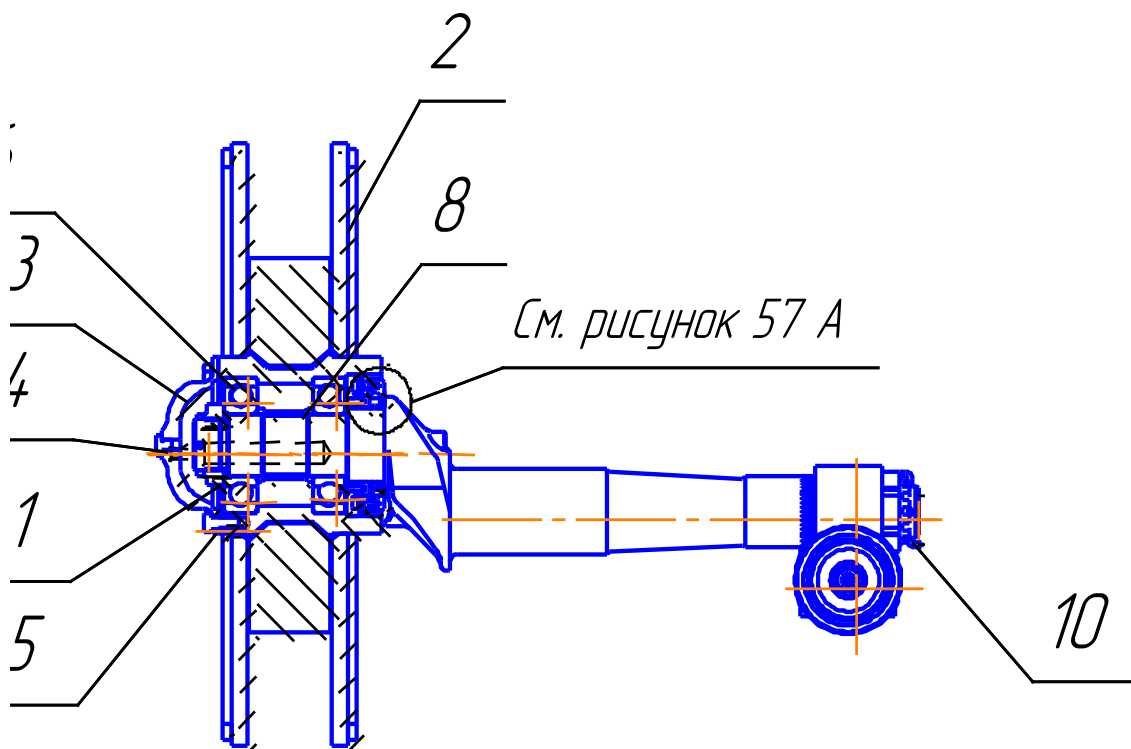
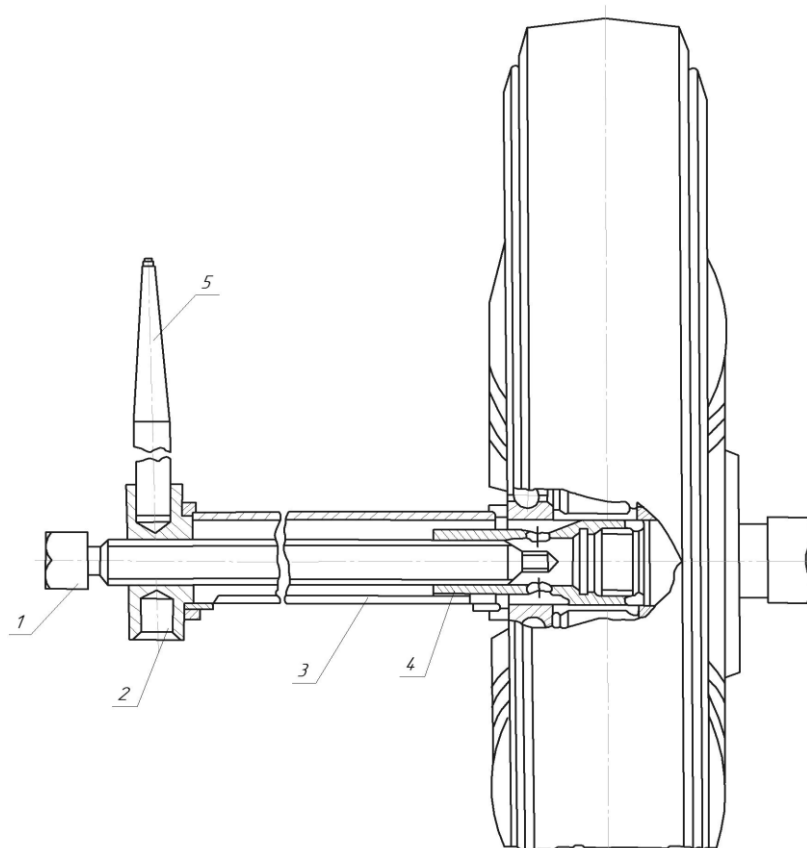
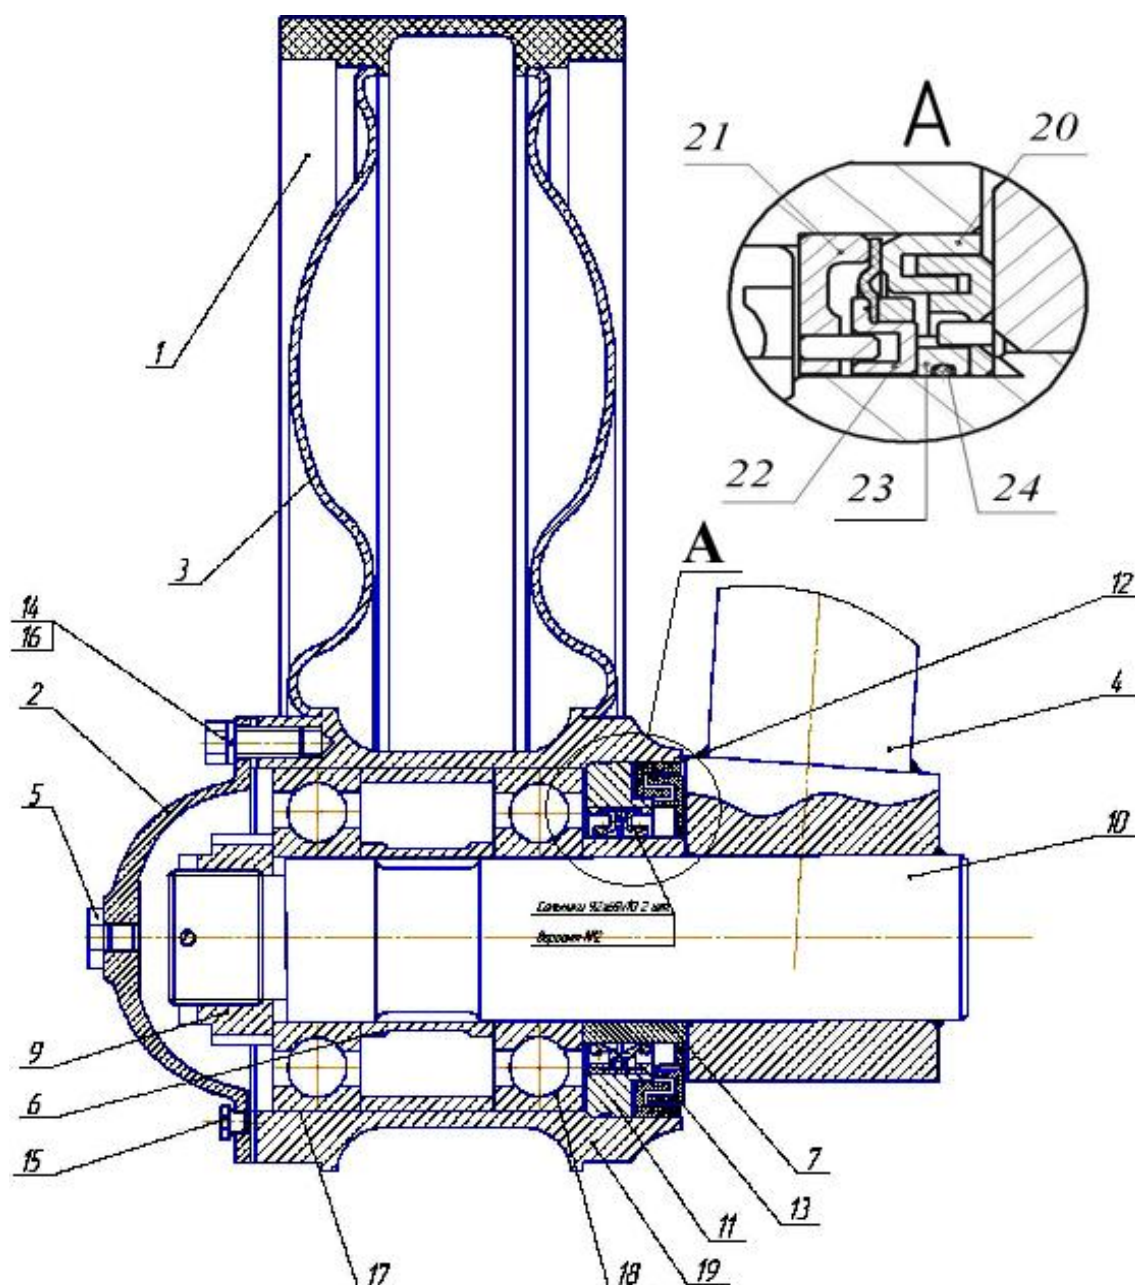

Рисунок 54 - Направляющее колесо с натяжным устройством:
Рисунок 56 - Установка направляющего колеса или опорного катка:
Рисунок 57 - Опорный каток:
- вывернуть болты 5 (рисунок 54) и снять крышку 3;
- навернуть малую наставку 4 (рисунок 56) на коленчатую ось направляющего колеса (рисунок 54);
- установить на малую наставку 4 (рисунок 56) направляющее колесо;
- большую наставку установить до упора в торец внутренней обоймы подшипника 6 (рисунок 54);
- отвернуть пробки 5 (рисунок 57) и 15, слить масло, ввернуть пробки;
- установить траверсу (рисунок 56) на опорный каток и закрепить её болтами крепления крышки;
- навернуть малую наставку 4 (рисунок 56) на резьбовой конец оси опорного катка;
- вращая нажимную гайку 2 (рисунок 56), напрессовать опорный каток на ось 10 (рисунок 57) до упора, снять съемник;